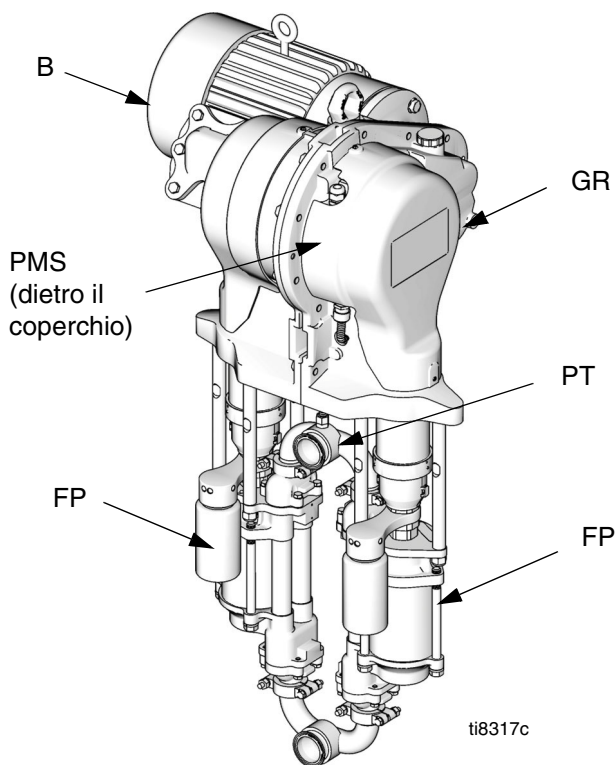
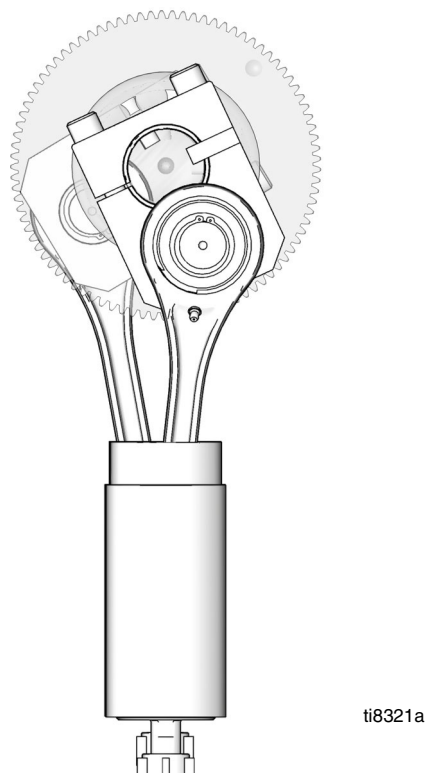

FIG. 1. Pompa circolazione elettrica
FIG. 2. Sezione che illustra le posizioni di corsa sfasate
Un motore elettrico (B) fornisce l'ingresso al riduttore ad ingranaggi 75:1 (GR), che aziona le due pompe per fluido (FP). Vedere la FIG. 1. Le posizioni di corsa delle due pompe sono sfasate, per ottenere una portata elevata dal gruppo pompa. Vedere FIG. 2.